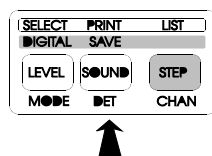

Рис. 32.- Друкування інформації щодо настроєного каналу.
- 5.- Щоб надрукувати інформацію відносно настроєного каналу, слід натиснути клавішу [8] **SOUND** (PRINT), як показано на рис. 32.